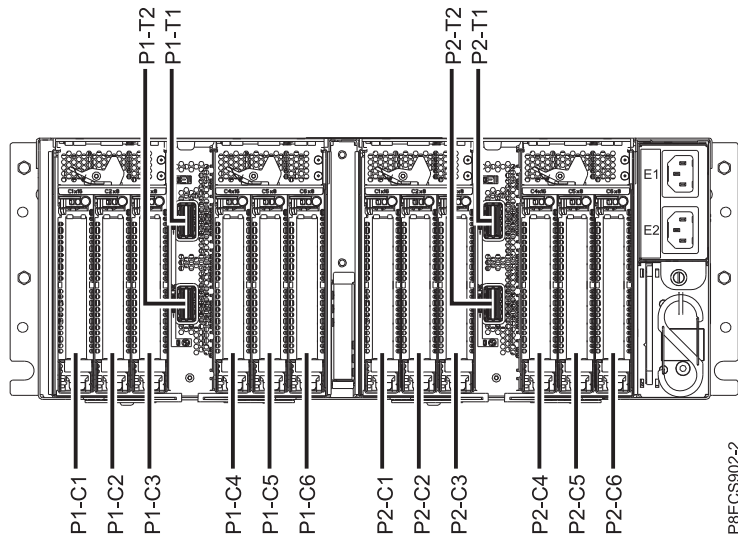

図 1. PCIe3 拡張ドロワーの PCIe アダプター・スロットの位置
- PCIe アダプターを取り付けるスロットを決定します。PCIe Gen3 I/O 拡張ドロワーの PCIe アダプターの配置規則とスロットの優先順位を参照してください。PCIe アダプター スロットは、PCIe3 拡張ドロワーの背面に取り付けられている入出力モジュール・ベイに入っています。2 ページの図 1 は、PCIe